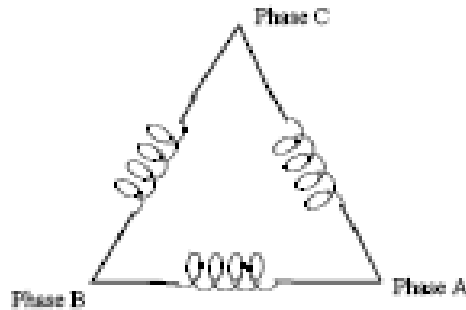

Figure D.3: Three-Phase Delta Winding Relationship
■ Los servicios conectados delta se pueden alimentar con tres alambres o cuatro alambres. En un servicio trifásico del delta las bobinas de la carga están conectadas de Fase-a-Fase más bien que de la fase-a-tierra. La figura D.3 demuestra las conexiones físicas de la carga para un servicio del delta.